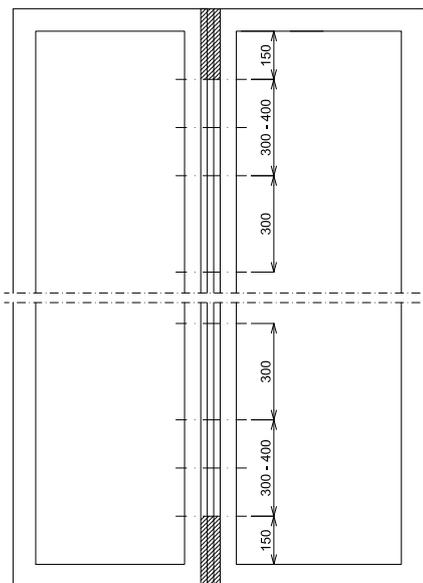

Рис. 6 Расстояния между крепежными элементами
Расстояния между крепежными элементами в независимости от соединительного профиля (см.рис.6):
- произвести разметку мест установки крепежных элементов согласно рис.6;